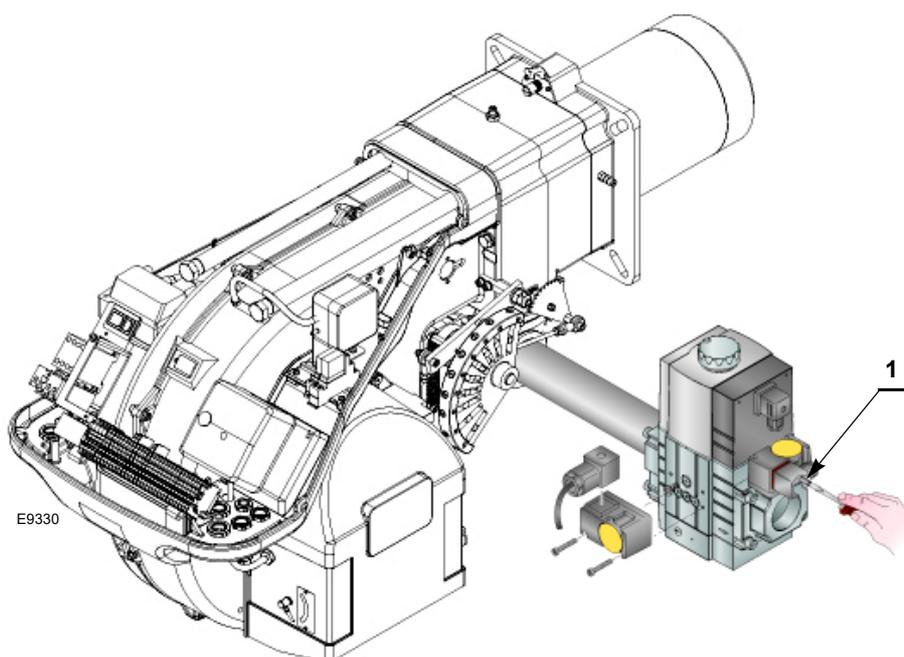

Fig. 27
- ▶ Controlar la presión de alimentación del gas conectando un manómetro a la toma de presión 1)(Fig. 27) del presostato gas de mínima: debe ser inferior a la presión máxima permitida de la rampa de gas, que figura en la placa de características.
- ▶ Purgar el aire de la línea de la rampa de gas, conectando un tubo de plástico en la toma de presión 1)(Fig. 27) del presostato gas de mínima. Extender hasta el exterior del edificio la línea de purgado, hasta sentir el olor del gas.